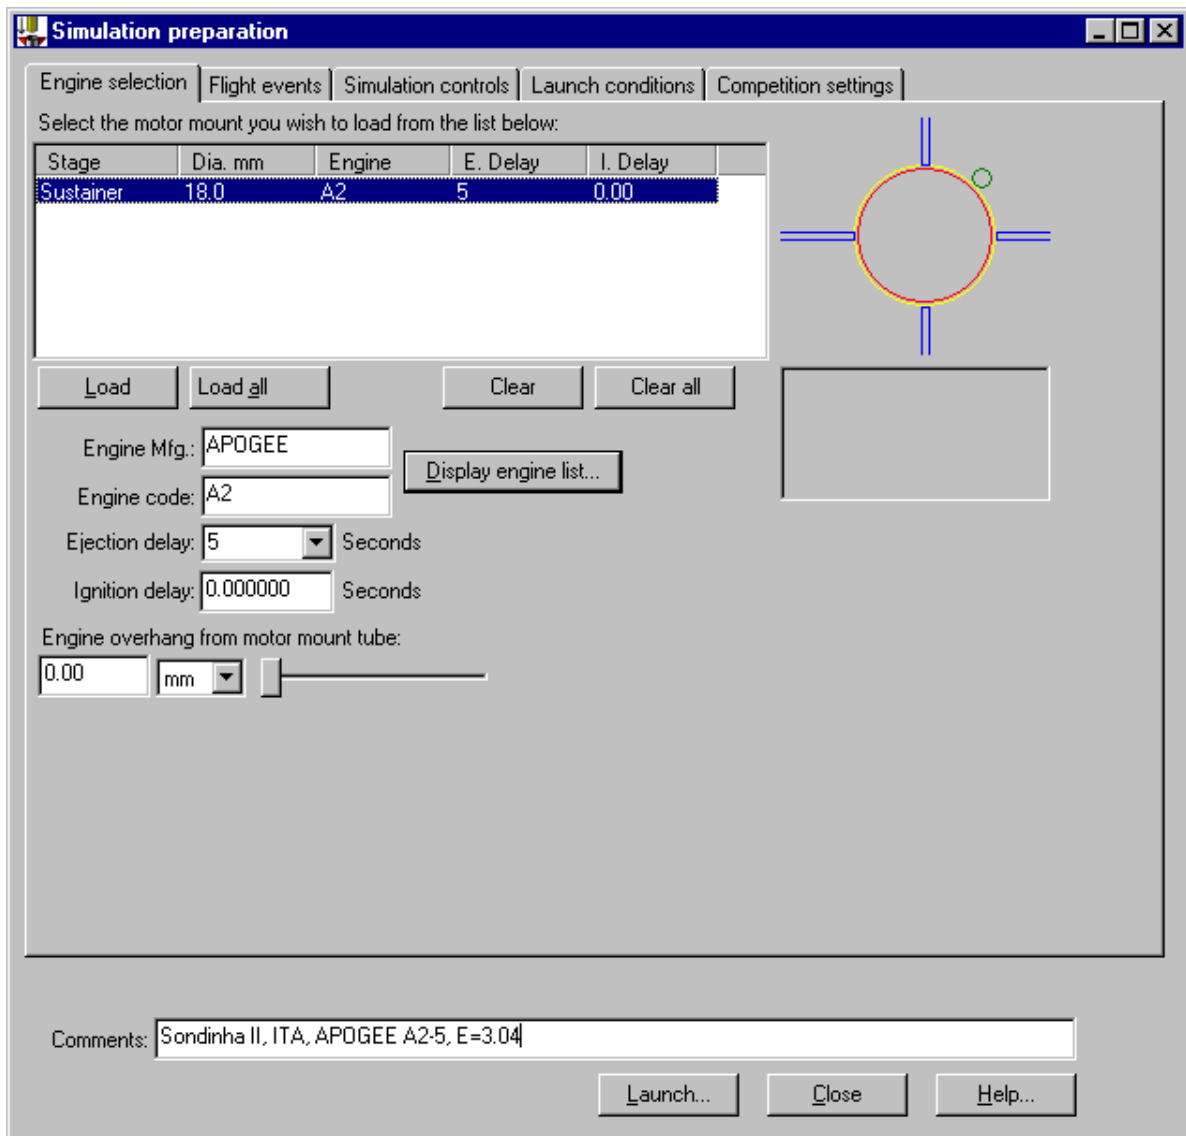
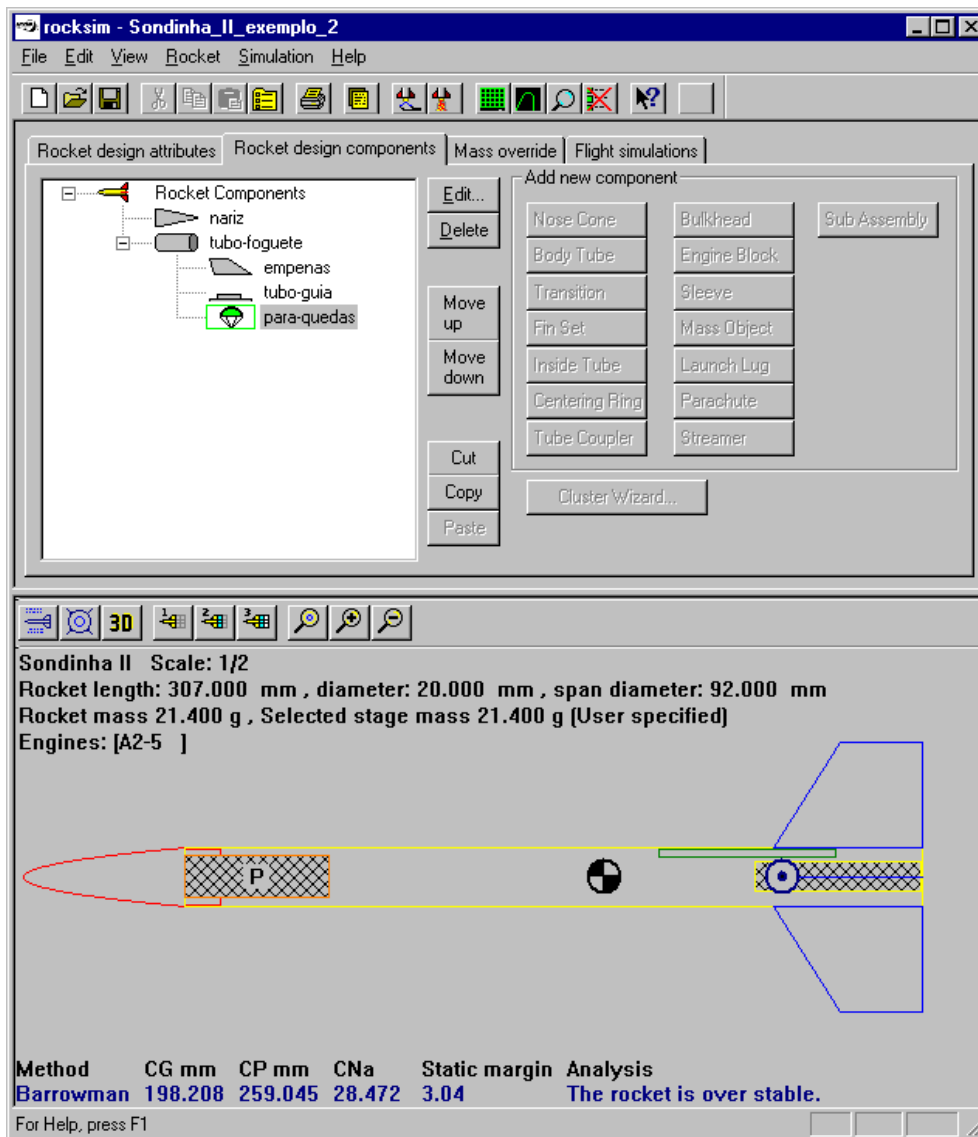

Figura 14. Escolha do motor-foguete APOGEE A2-5.
Figura 15. “Sondinha\_II\_exemplo\_2.rkt” com motor APOGEE A2-5.
2) Notar que o arquivo aberto não contém informações sobre o motor que foi selecionado no exemplo 2. Portanto, deve-se incluir o motor APOGEE A2-5, conforme o item 15 do exemplo 1, do tutorial 1 –RockSim e com os dados mostrados na Figura 14. O número 5 após o A2 significa que o pára-quebras será ejetado 5 segundos após o fim da queima do propelente do motor. Após o carregamento do motor, o resultado deve ser o mostrado na Figura 15.